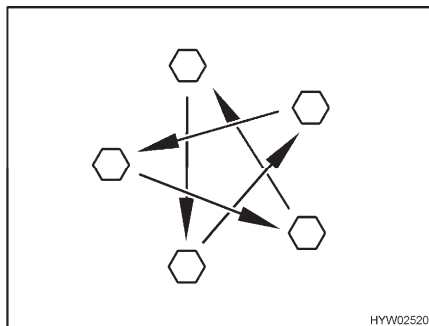

Bild 224 Dra åt hjulmuttrarna eller hjulbultarna korsvis
- Kontrollera regelbundet att hjulmuttrarna eller hjulbultarna är ordentligt åtdragna. Om du har bytt däck ska hjulmuttrarna eller hjulbultarna dras åt på nytt korsvis (Bild 224) efter 5 mils körning.